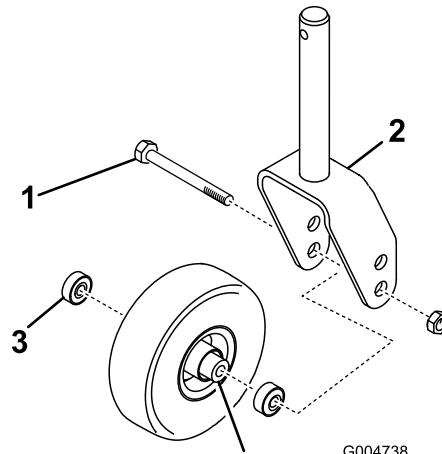

Figura 25
1. Retire la contratuerca del perno que sujetta el conjunto de la rueda giratoria en la horquilla (Figura 25). Sujete la rueda giratoria y retire el perno de la horquilla o del brazo de pivote.
2. Retire el cojinete de la rueda y deje que se caiga el suplemento del cojinete (Figura 25). Retire el cojinete del otro lado de la rueda.